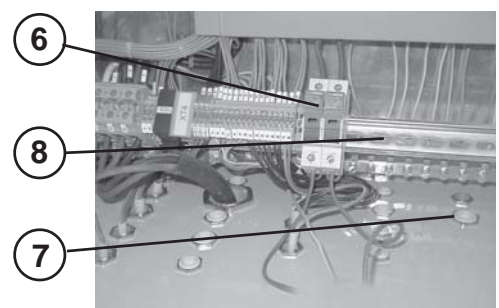

Abb. 1.3.4
- c) **das W841 gekennzeichnete Kabel an den Sicherungsträger (6) anschließen, indem Sie es durch die vorgesehene Kabelpresse (7) führen, und dann gelb-grünen Leiter an die Erdungsschiene anschließen (8) (Abb. 1.3.4);**